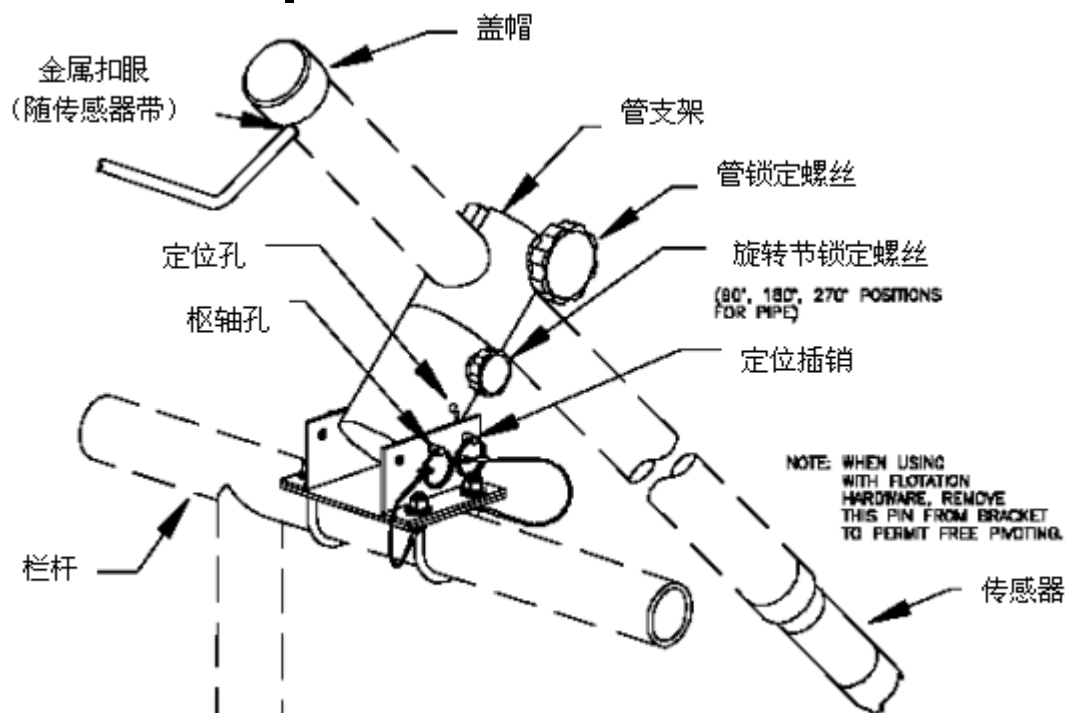

图 2-1 旋转/枢轴/管夹安装组件详图
1. 将硬件中的**旋转/枢轴/管道夹组件**安装到栏杆上传感器将要安装到的适当位置。参见图 2-1 了解夹子组件的详情。
1. 将硬件的旋转/枢轴/管道夹组件安装到栏杆的一个适当的可安装传感器的位置。参见图 2-1 获得夹子组件的详情。